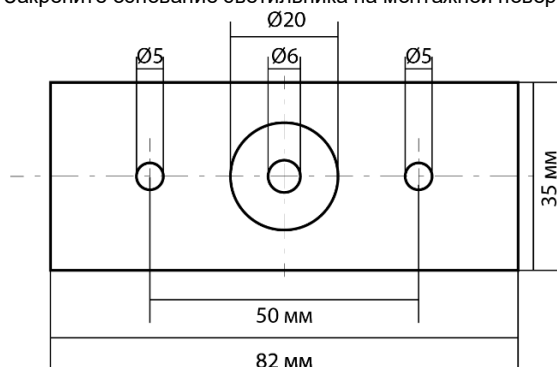

Рис. 1 Основание светильника
2. Затем, используя основание светильника (Рис. 1), просверлите в монтажной поверхности два отверстия и вставьте в отверстия пластиковые дюбели. Закрепите основание светильника на монтажной поверхности при помощи двух саморезов.